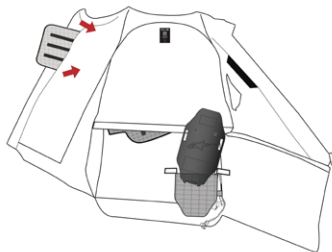

Figura 15
5. Per quanto riguarda la parte anteriore dell'Airbag che copre l'area del torace, aprire la clip, staccare le toppe a strappo poste sulla parte anteriore e posteriore dell'Airbag. Infine, rimuovere l'Airbag attraverso l'apertura presente sopra il manico destro (Figura 15).